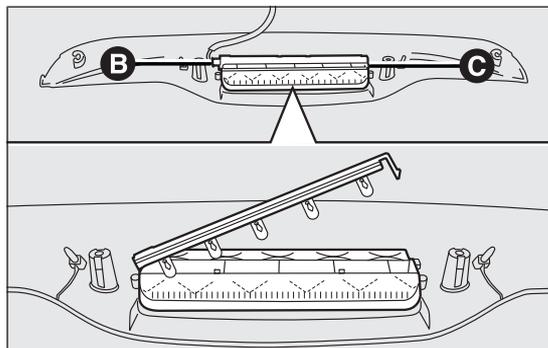

fig. 140
- débrancher le connecteur électrique B fig. 140 ;
- appuyer sur le dispositif de retenue C fig. 140 et ouvrir la douille ;